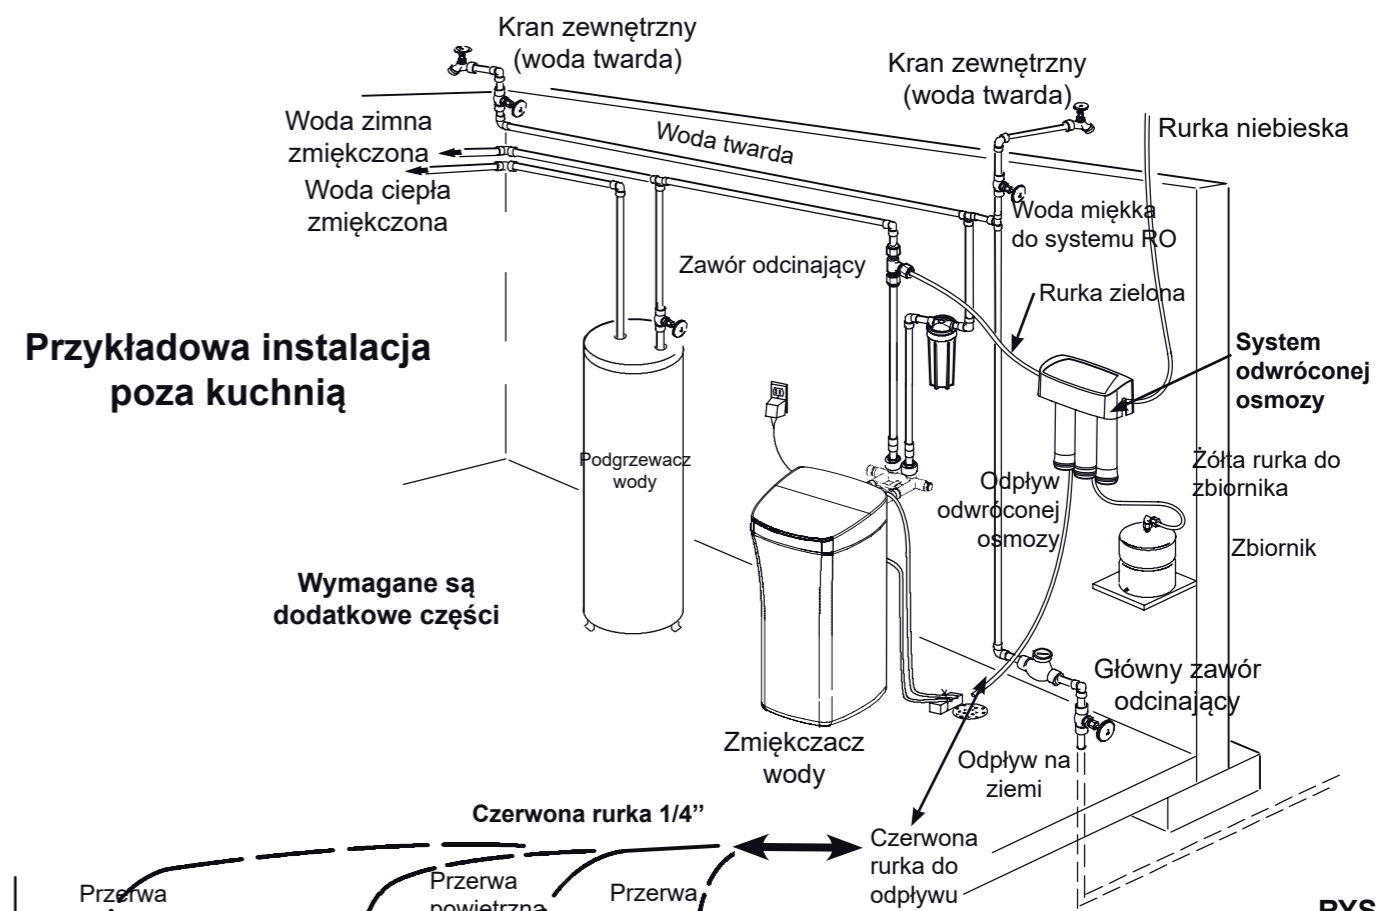
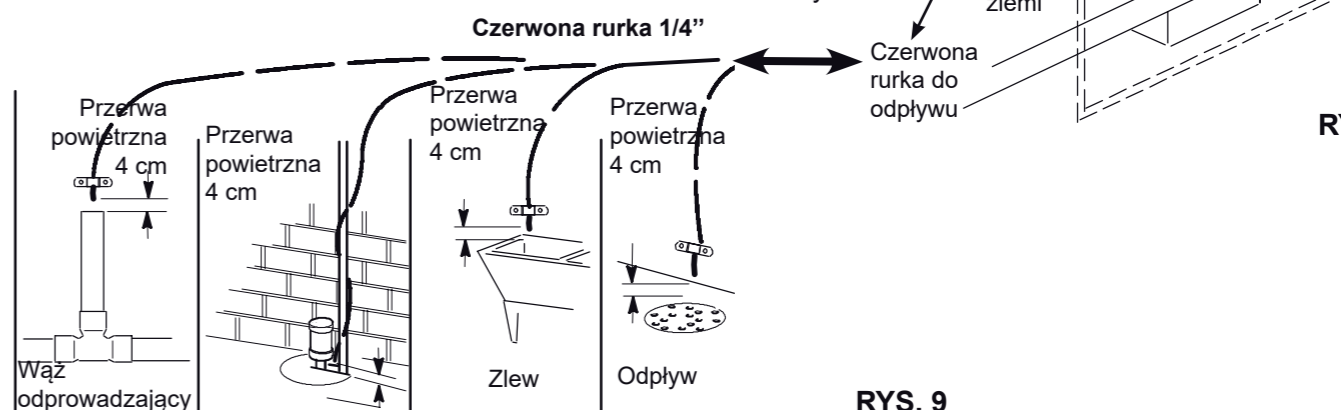

RYS. 6
RYS. 7
1. Zastosować przyłącze odpływowe z zestawu (Rys. 6 i 7) do montażu pod zlewem. Przyłącze odpływowe jest instalowane na rurze odpływowej powyżej syfonu (Rys. 6).
Przyłącze odpływowe znajduje się w zestawie. Sprawdź części przyłącza (Rys. 7). Przyłącze odpływowe jest zawsze instalowane na rurze odpływowej ze zlewu przed syfonem (Rys. 6). Upewnij się i stosuj rozwiązanie zgodne z przepisami.
1. Dopasuj dwie połowki przyłącza odpływowego do rury spustowej, około 15 cm powyżej poziomu wody w syfonie (patrz Rys. 7). Upewnij się, że przyłącze odpływowe skierowane jest w kierunku filtra RO.
2. Używając otworu w złączce odpływowej jako prowadnicy, oznacz rurę w miejscu, w którym zostanie wywierony otwór 9,5 mm (patrz Rys. 7), a następnie zdejmij adapter odpływowy z rury.